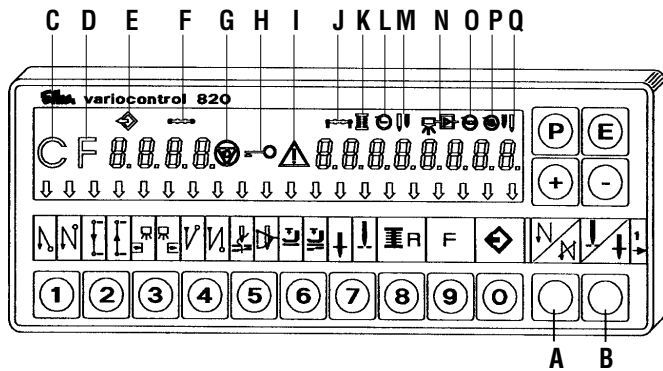

Abb. 17
8.2.2 Mit Anwendung vom Efka Stopmotor - Bedienfeld V 820 (Abb. 17)
8.2.2.1 Einstellung mittels Drucktasten mit fest angegebener Funktion (Abb. 17)
8.2.2.2 Einstellung mittels Parameter (Abb. 17)